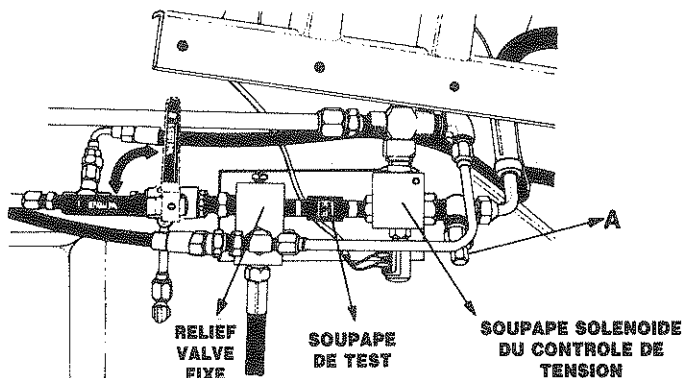

Fig. 50
2. Enlever le capuchon JIC de l'orifice 'A' de la gauge de tension, voir Fig. 50.